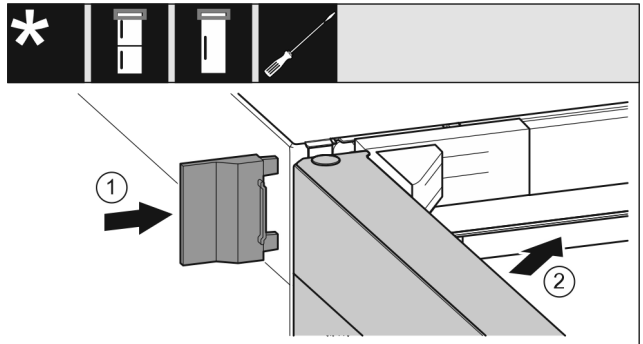

Fig. 43
- ▶ Насуньте зовнішню кришку Fig. 43 (1).
- ▶ Закрийте верхні дверцята Fig. 43 (2).